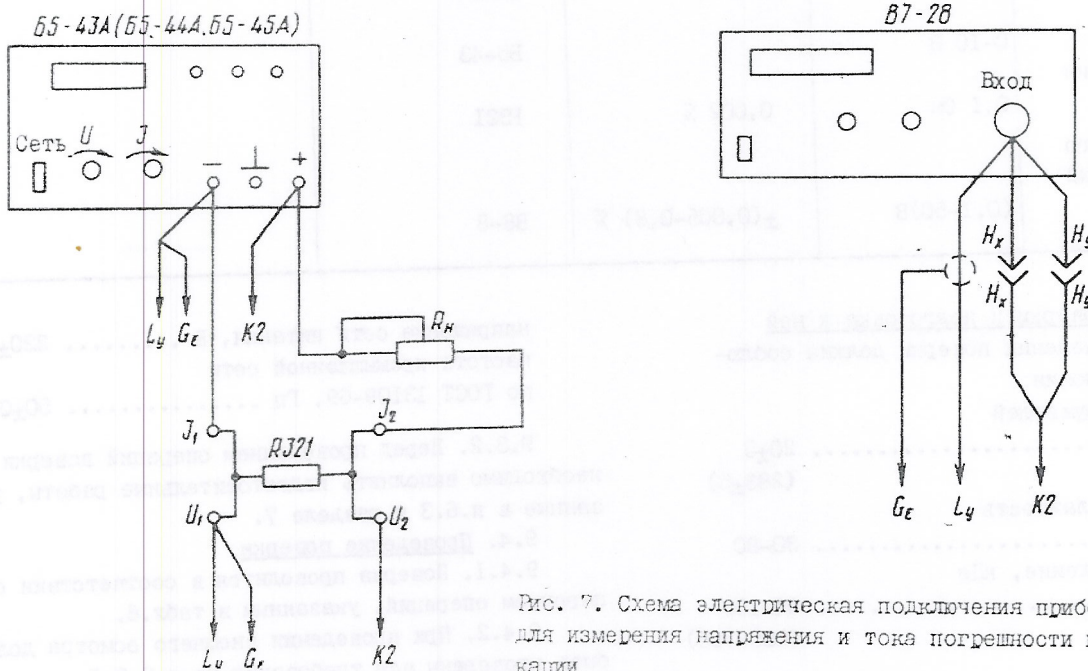

Рис. 7. Схема электрическая подключения приборов для измерения напряжения и тока погрешности индикации
9.4.4. Проверку максимального и минимального значений выходного напряжения и основной погрешности индикации выходного напряжения в режиме стабилизации напряжения производите по схеме электрической, изображенной на рис.7, при отключенной нагрузке.
9.4.5. Проверку максимального значения выходного тока приборов и основной погрешности индикации выходного тока в режиме стабилизации тока производите по схеме электрической, изображенной на рис.7.